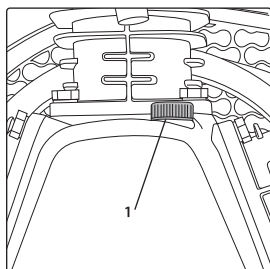
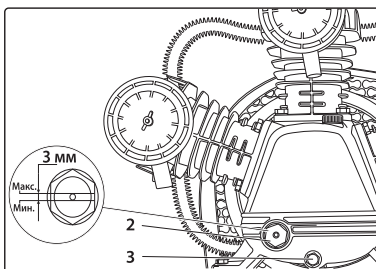
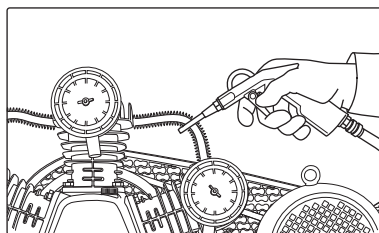

рис. 4
рис. 5
рис. 13
Открутите заливную пробку (1) (рис. 4) и заправьте масло до максимального уровня (до красной отметки) в смотровом окне (2) (рис. 5).
Необходимо произвести полную замену масла. Для этого отвернуть болт сливного отверстия (3) (рис. 5) и дождаться полного слива масла из картера. Для слива отработанного масла использовать специальную емкость. После этого установить болт на место и залить новое масло. Уровень проверить по смотровому окну (2) (рис. 5). Рекомендуется продуть сжатым воздухом все ребра головок компрессора (рис. 13). Их очистка позволяет увеличить эффективность системы охлаждения и в результате продлить срок службы компрессора.